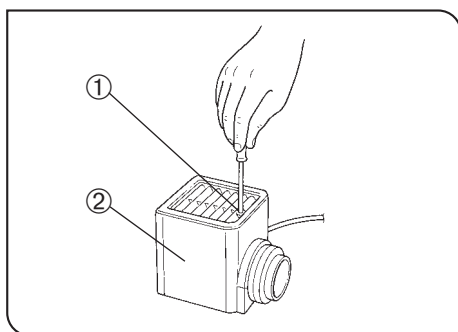

图 46
### 3 安装卤素灯泡 (图46到48)
5. 从上面用灯室盖盖住灯室，向下压住灯室盖，拧紧灯室固定螺丝①（图46）。